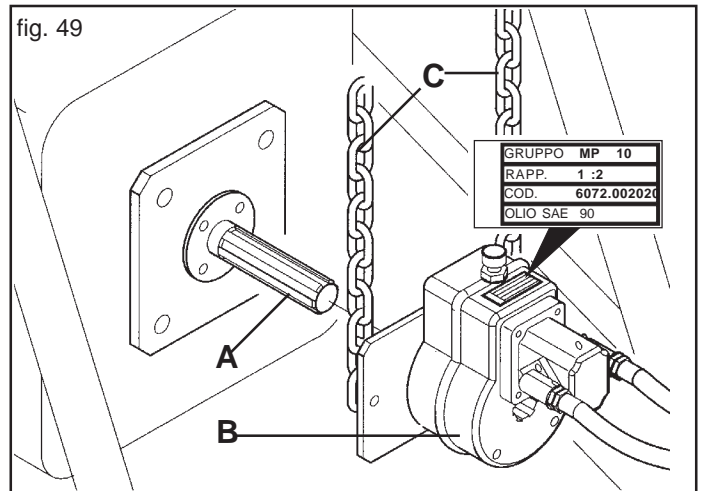

fig. 49
Bei abgeschaltetem Motor und stabil gebremstem Schlepper alle Schnellkupplungen einstecken. Die Zapfwelle des Schleppers (A, Abb. 49) säubern und mit Fett schmieren. Das Getriebe (B) wie in Abb. 49 gezeigt auf die Zapfwelle des Anbaugeräts aufstecken. Den festen Sitz des Getriebes überprüfen, dann ein Mitdrehen des Getriebes durch Anhängen der beiliegenden Haltekette (C, Abb. 49) verhindern. **Den Ölstand des Getriebes kontrollieren, bei Bedarf Getriebeöl (ESSO SAE W80-90) nachfüllen.**